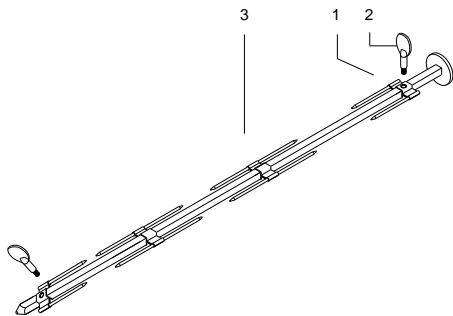

Fig. 5
- Coloque el pincho sencillo (1) en la espada hasta que este haga tope en la defensa de dicha espada y fíjelo con el tornillo (2) y evitar así la caída de las carnes (ver fig.5).
- Coloque a continuación el pollo en la espada, fijándolo con el pincho que ha colocado previamente, introduzca en la espada en pincho doble (3) y un pollo, repita esta operación hasta cargar la espada y coloque por último un pincho sencillo y fíjelo con su tornillo. Los 2 pollos centrales puede ir pinchados solo por uno de los lados.